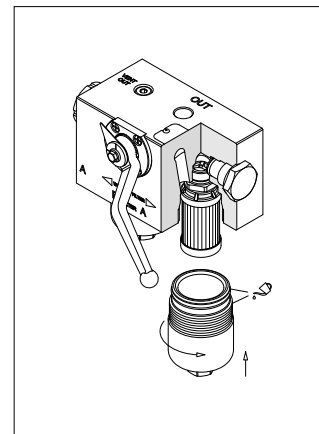

fig. 25
- (Fig. 25) Lubrificare il filetto e l'O-ring del contenitore, quindi avvitare il contenitore facendo riferimento alla tabella delle coppie di serraggio al paragrafo 3